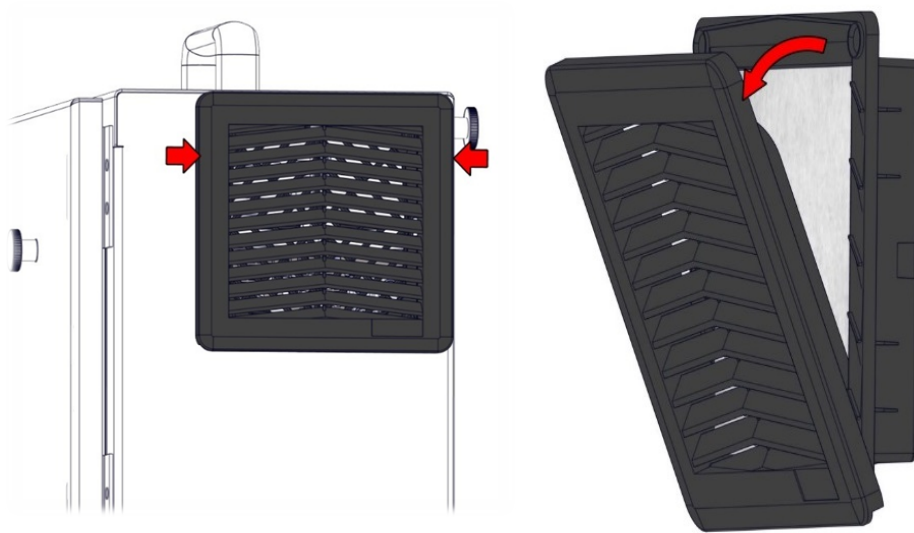

Figura 3.7. Substitua os filtros da caixa de controlo.
1. Remova cuidadosamente a estrutura plástica externa puxando onde estão as setas vermelhas, conforme mostrado nas imagens abaixo, na figura 3.7. A moldura inclina-se para fora.